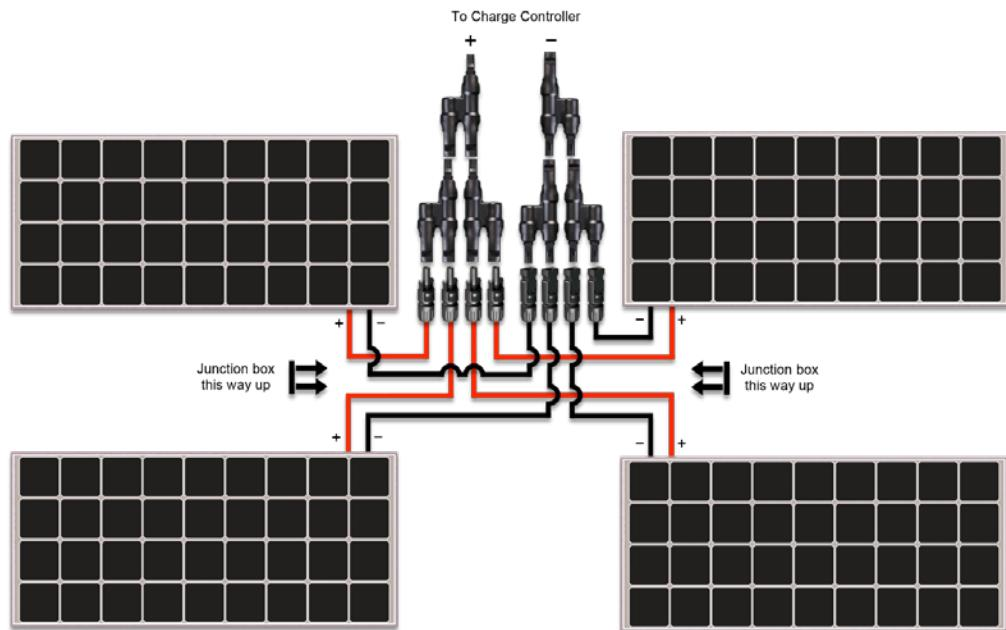

Figura 8.4 Cuatro Paneles de RNG-100D en paralelo
La **Figura 8.4** muestra la disposición para conectar cuatro paneles solares en paralelo. Esta disposición es aplicable si los paneles solares son para ser montados en una configuración de 2x2 como se muestra arriba. Tenga en cuenta que el posicionamiento de las cajas de conexión debe ser seguido por los cables para llegar a los Conectores de Derivación MC4. Esta conexión requiere tres (3) pares de Conectores de Derivación MC4. Cuando uno o varios paneles se montan en diferentes ubicaciones, es decir, separados por una distancia, los paneles deben ser extendidos con los cables de extensión MC4 (vendidos por separado).